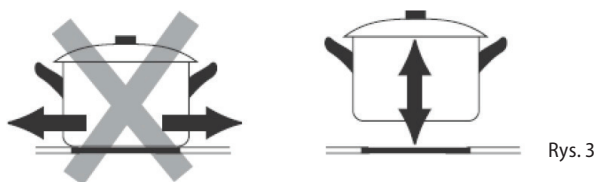

Rys. 2
- Na każdym polu grzejnym należy używać naczyń właściwej wielkości. Średnica dna garnka lub patelni winna odpowiadać wielkości pola grzejnego (Rys. 2).